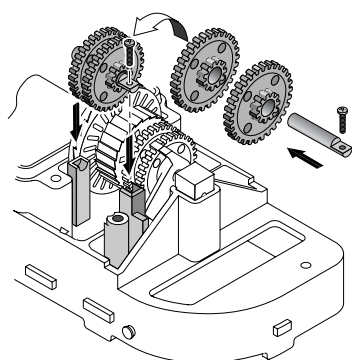

Figure 27
4. Reposer l'arbre court à pignons, la vis de pression et les deux pignons (Figure 27). Les pignons et la vis de pression de l'arbre se posent par le côté *extrémité* du nettoyeur – à l'opposé de la boîte de l'oscillateur. S'assurer que les pignons s'engrènent avec ceux de l'arbre long.